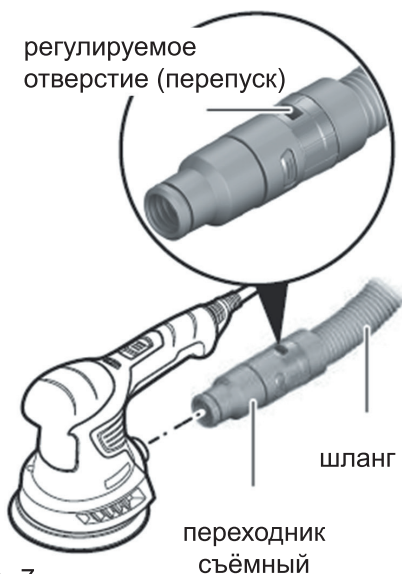

Рис. 7
- При работе с электроинструментами, которые подают мало воздуха во всасывающий шланг (например электролобзики, шлифмашины и т.д.), необходимо обязательно открывать регулируемое отверстие на всасывающем шланге (рис. 7). Для этого поворачивайте кольцо над отверстием до тех пор, пока отверстие не достигнет максимального размера. Так же рекомендуется открывать регулируемое отверстие для нормальной работы очистки фильтра в автоматическом режиме.